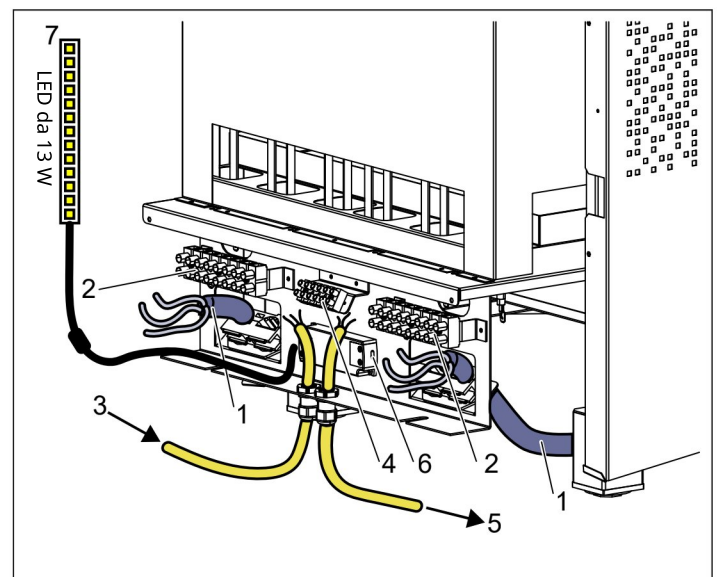

Figura 12: Vano elettrico
8. Se si installano due riscaldatori, far passare il cavo dell'illuminazione da un riscaldatore all'altro, vedere la figura 12.